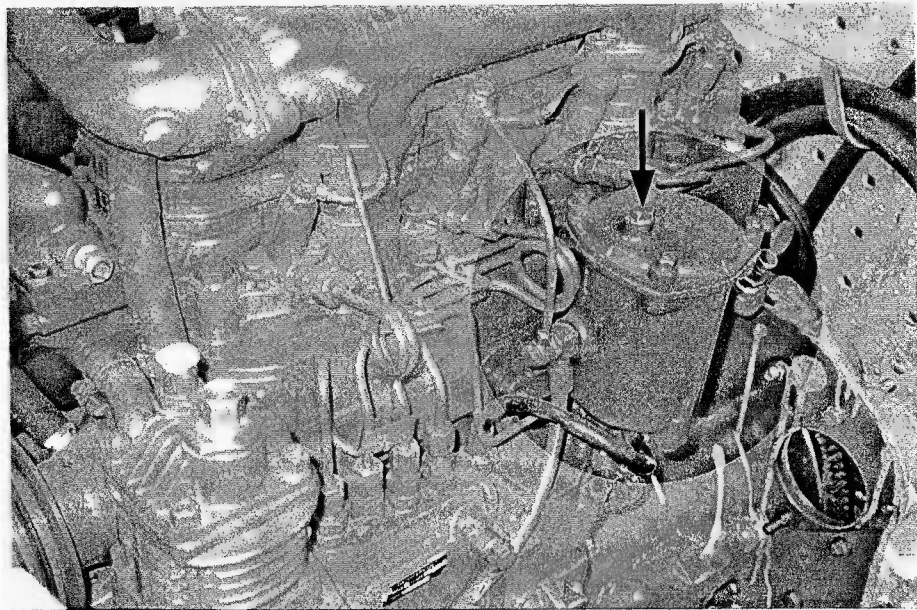

рис.1.3
7. Отверните дренажный болт (рис. 1.3).